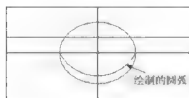

图3-46
**步骤5:** 在工具栏中单击“圆”按钮 , 绘制如图 3-46 所示的3个圆。